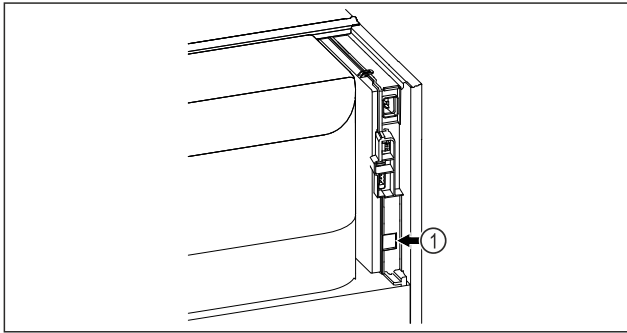

Fig. 73
- SmartModule Fig. 73 (1) on sisse pandud.